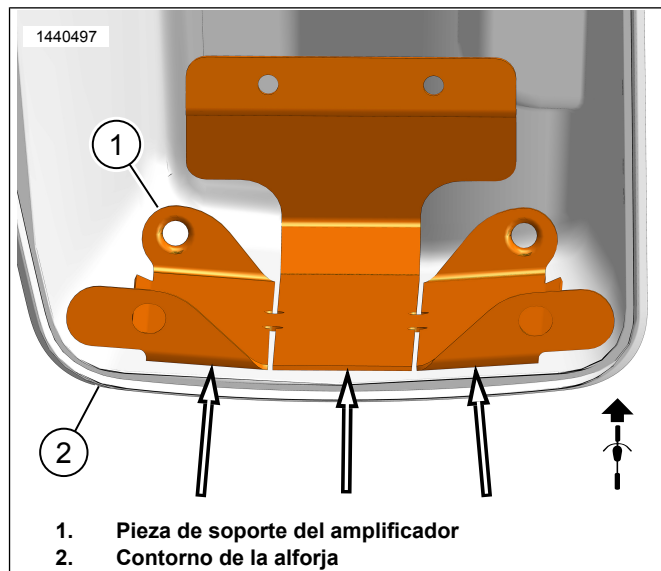

Figura 13. Contorno de la alforja
- b. Figura 13 Use las hendiduras de la pieza de soporte de montaje (1) para doblarla y dejarla ajustada al contorno de la alforja (2) sin que se mueva. Esto permitirá que tenga un mejor contacto con la cinta y se adhiera más a ella. Todavía no quite la cinta.